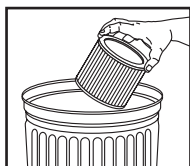

FIGURE 20
25. Pour nettoyer la cartouche filtrante, secouez ou brossez l'excédent de saleté. **FIGURE 20.**